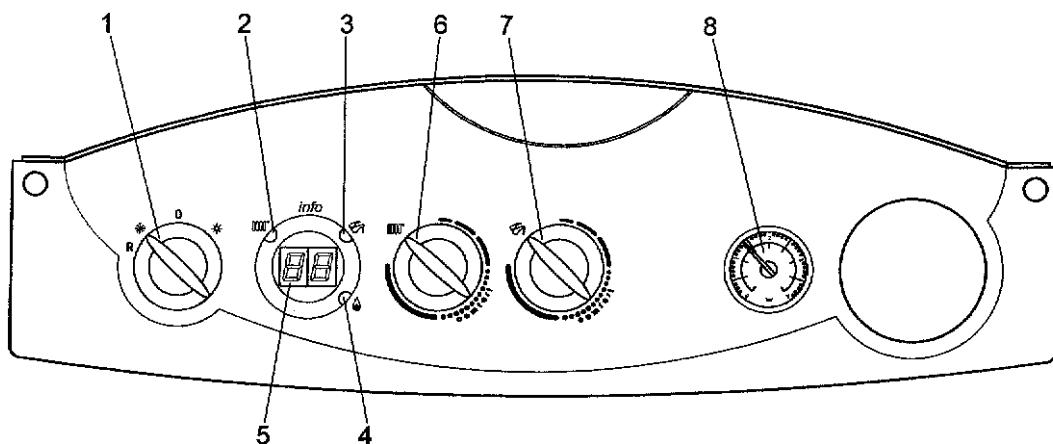

Fig. 25
Connect the switch controlling those zones not controlled by the QAA73 in parallel to the "TA" terminals 1-2 of terminal board M1 as shown in figure 25.
The zone controlled by the QAA73 is supplied by the zone 1 solenoid valve as shown in figure 25.
La zone contrôlée par le QAA73 est gérée par l'électrovanne de la zone 1, comme le montre la figure 25.
Use the central heating temperature control knob (6 - figure 25) on the boiler's control panel to set central heating output temperature to the various zones.
Programmer la température de refoulement prévue pour chaque zone en utilisant le bouton de réglage de la température du circuit de chauffage qui se trouve sur le panneau de commande de la chaudière (6 - figure 25).
5.4 INITIAL LIGHTING - Refer to Fig. 25
5.4 PREMIER ALLUMAGE - Référez-vous à la Fig. 25